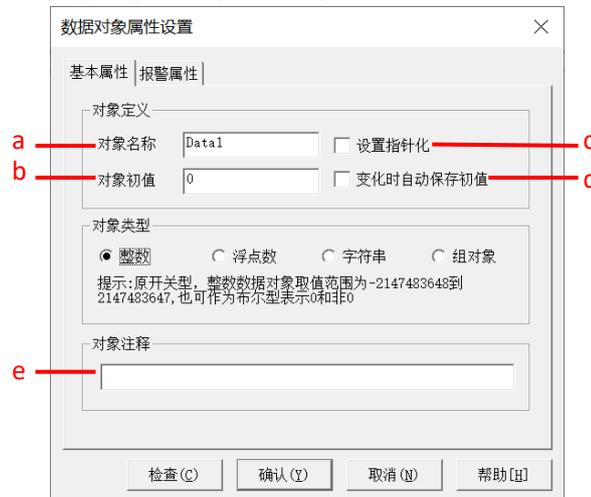

图 1.4-20 数据对象-基本属性页
(1) 【基本属性】页用于设置数据对象的基本属性，见图 1.4-20。